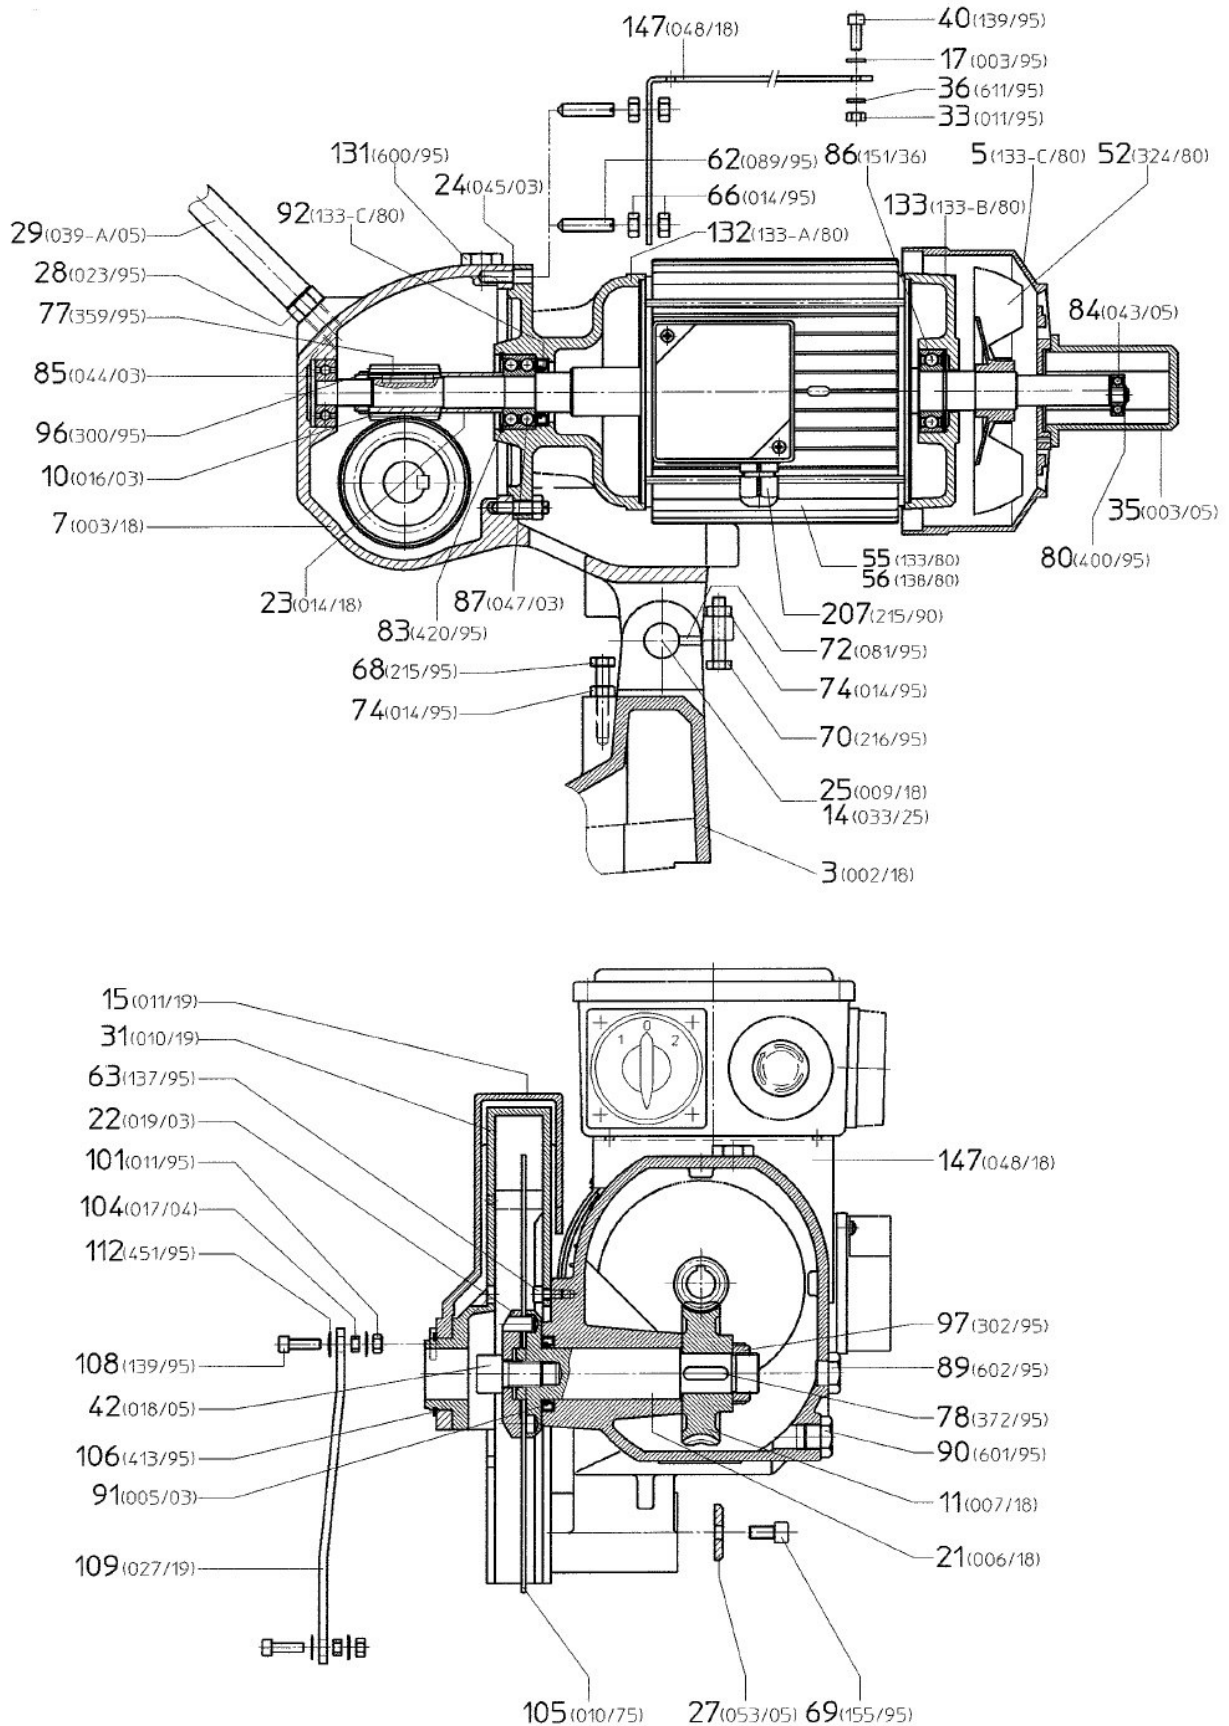

Abb. 19: Ersatzteilzeichnung 2 - MKS 275 N
Schritt 1: Die Verschluss-Schrauben [Abb. 19, 131 und 90] abschrauben und das gebrauchte Öl in einen Behälter ausfließen lassen.
Schritt 2: Verschluss-Schraube [Abb. 19, 90] wieder anschrauben.
Schritt 3: Getriebeöl (0,2 Liter) in die Einfüllöffnung einfüllen und die Verschluss-Schraube [Abb. 19, 131] anschrauben.